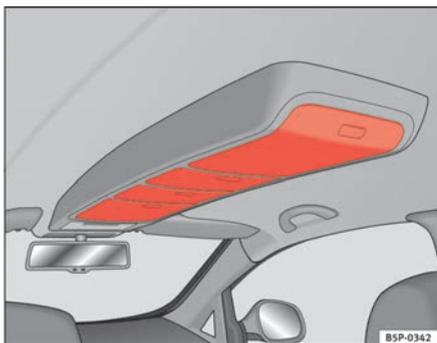

Fig. 104 Portaobjetos en el techo
- Para abrir estos compartimentos, presione sobre el pulsador de la tapa, ⇒ fig. 104. La tapa se abre automáticamente.